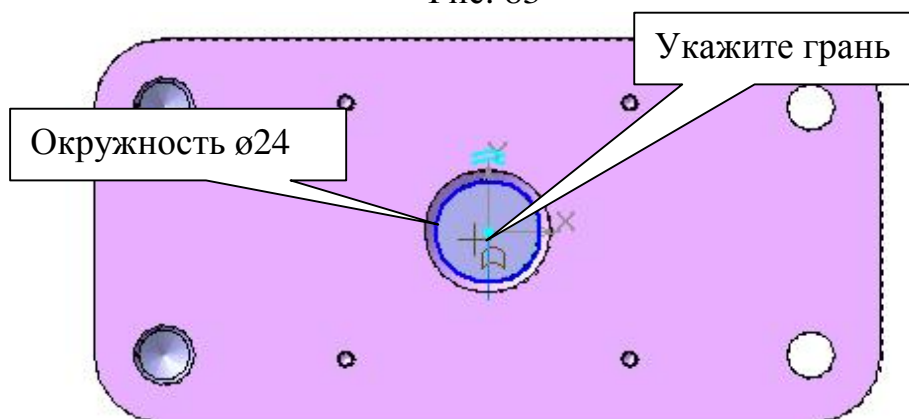

Рис. 84
- 3) Система перейдет в режим редактирования эскиза . Нажмите кнопку **Спроецировать объект**  на панели **Геометрия**  и спроецируйте грань, рис. 84, получив окружность $\varnothing 24$.